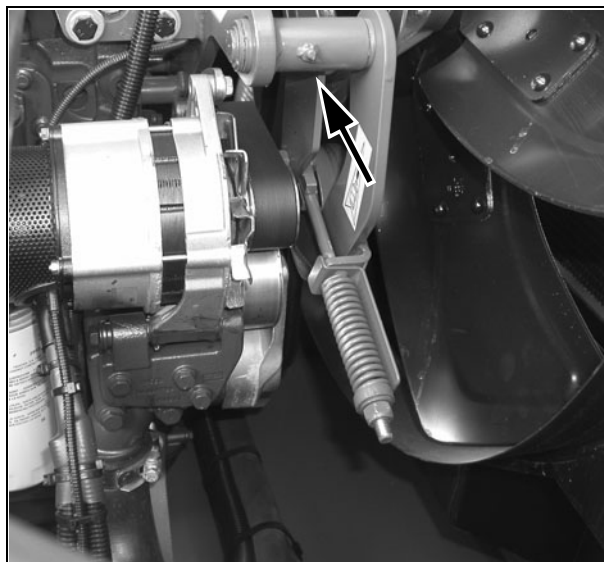

Рис. 57
45. УСТРОЙСТВО НАТЯЖЕНИЯ ПРИВОДНОГО РЕМНЯ ВЕНТИЛЯТОРА ДВИГАТЕЛЯ - Рис. 57